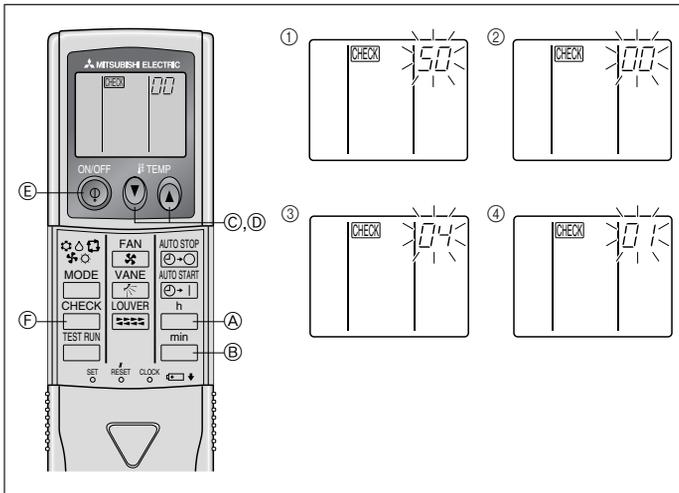

Fig. 6-9
- ⑧ MODE düğmesine E basın; mod ve ayar numaraları (I) ve (II) sürekli yanık hale gelirler ve ayarın içeriği teyit edilebilir.
- ⑨ FILTER A ve TEST RUN B (galişma testi) düğmelerine en az iki saniye süreyle birlikte basın. İşlev seçme ekranı bir an için kaybolur ve klima OFF (kapalı) ekranı görünür.
2) Kablosuz uzaktan kumanda için (Fig. 6-9)
- ① Fonksiyon seçme moduna geçin